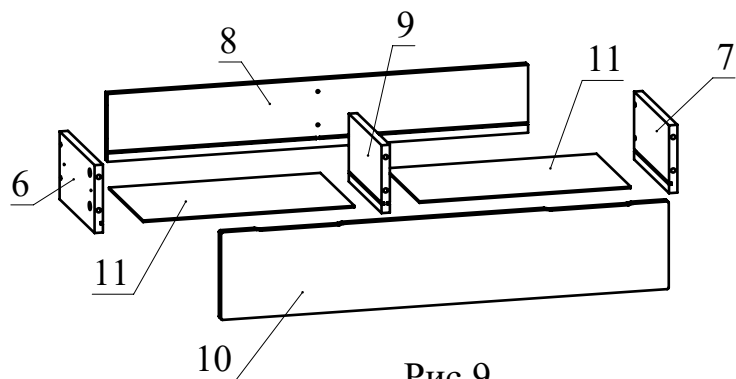
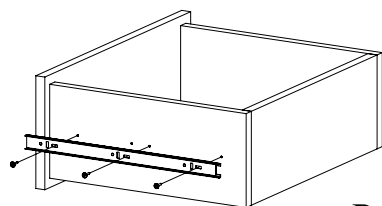

Рис.9
Рис.10
8. Соберите ящик. Для этого соедините детали 6, 7 с деталью 8 при помощи конфирматов. Установите деталь 9 на деталь 8 и затяните головки минификсов. Вставьте дно ящика 11 из ДВП (2шт.) в пазы деталей 6, 7, 8, 9. Соедините фасад ящика 10 с полученной конструкцией и затяните головки минификсов (Рис. 9). Закрепите внутренние планки направляющих на деталях 6 и 7 шурупами 3,5x16 (Рис. 10). При необходимости регулировки ящика выкрутите шурупы из круглых отверстий и перекрутите в овальные (продольные и вертикальные регулировочные отверстия). Не затягивая до конца шурупы, сместите ответную планку вверх-вниз. Затяните шурупы до конца.